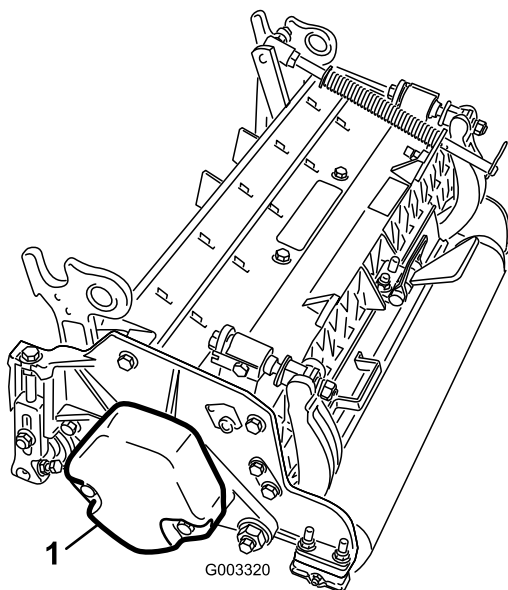

Figura 5
3. Asegúrese de que el contrapeso (Figura 5) está instalado en el extremo correcto de la unidad de corte, según lo indicado en el *Manual del operador* de la unidad de corte.